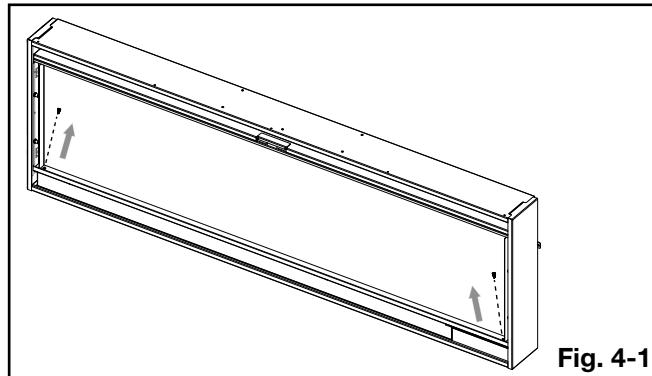

Fig. 4-1
- Enlevez les 2 vis du panneau plastique du lit de braise avant d'appliquer les braises en cristaux et/ou les bûches afin de maintenir le panneau du lit de braise plat (**Fig. 4-1**).